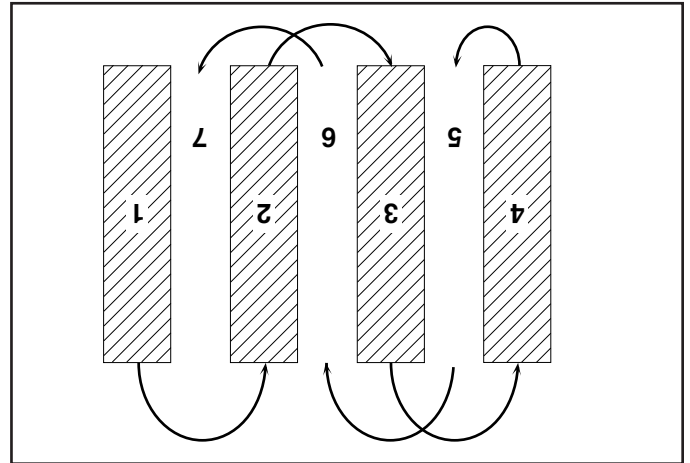

FIG. 15
- Vous trouverez le labourage beaucoup plus facile si vous laissez un sillon non bêché entre les passes. En ce temps-la retournez le rang de labourage (Voir la fig. 15). Il y a deux raisons pour faire ceci. Premièrement, des virages larges sont beaucoup plus faciles à prendre que faire des demi-tours. Deuxièmement, la moto-bineuse ne vous entraînera pas vers le rang bêché qui est le plus proche.